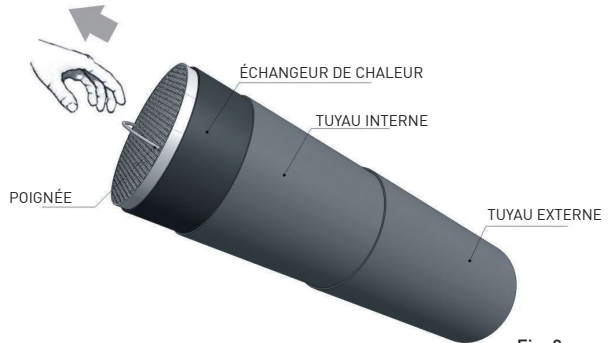

Fig. 3
1. A l'aide de la poignée prévue à cet effet, retirez l'échangeur de chaleur comme indiqué sur la fig. 3.